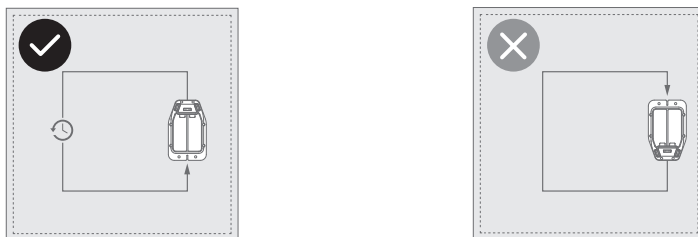

Рис. 9
3) Установите зарядную станцию рядом с границей рабочей области и расположите её вдоль края газона против часовой стрелки (рис. 9).